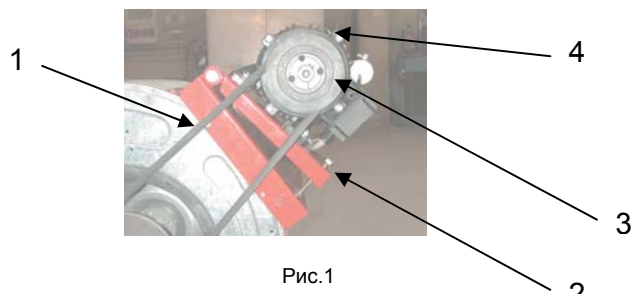

Рис.1
- воздухоприемник типа «вентиляционной камеры» оснащается четырьмя боковыми отверстиями и регулируемые пластинами, которые отводят горячий воздух в требуемом направлении (Рис.1).
Если теплогенератор оснащен центробежным вентилятором и значение расхода отличается от указанного, то нужно выполнить следующие операции (Рис. 1):